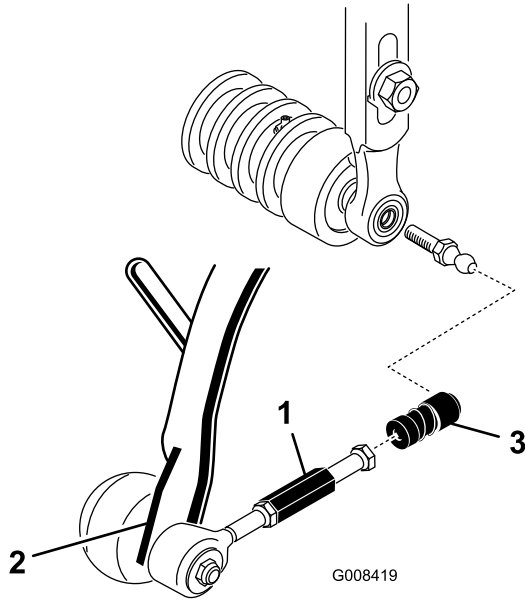

Bild 17
- Schieben Sie die Hülse an jeder Kugellageraufnahme zurück und haken Sie die Aufnahme in den Kugelbolzen des Mähwerks ein (Bild 17).